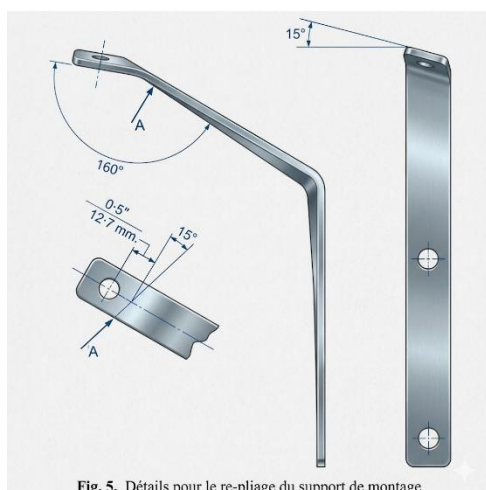

Fig. 5. Détails pour le re-pliage du support de montage
Fixez l'unité sur la face verticale de la cloison à l'aide d'une rondelle de renfort (18) (fig 1, uniquement pour le modèle L.H.D.). Repositionnez le support comme indiqué sur la (fig 5) et fixez-le à l'unité et à l'étagère de la cloison.